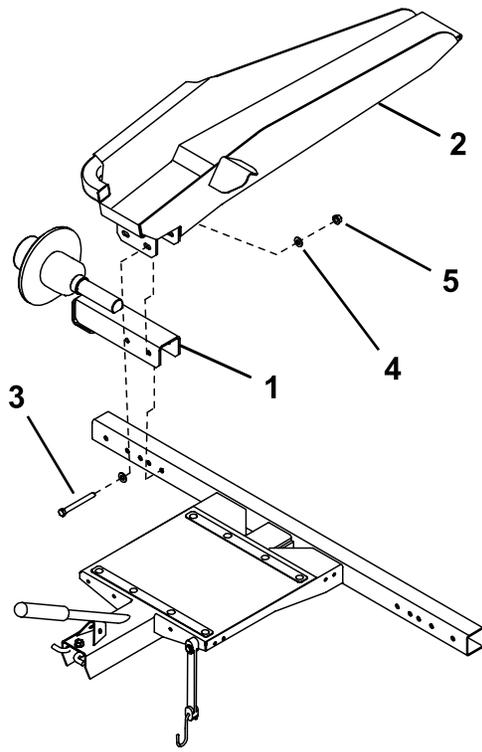
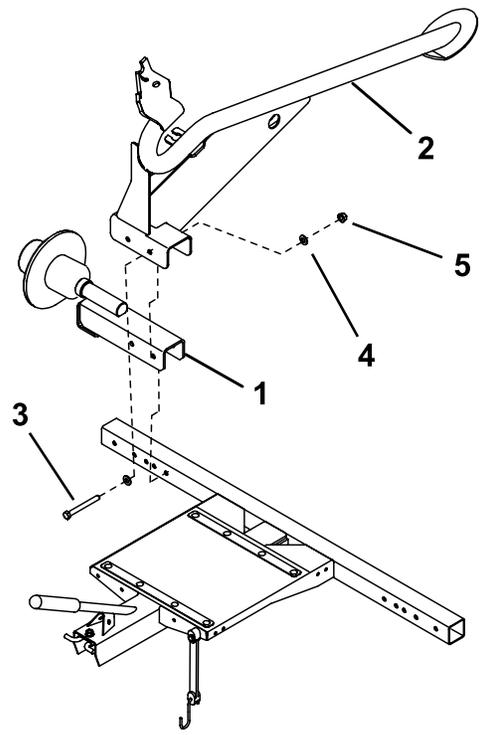

Figura 3
Figura 4
2. Monte el conjunto de eje y un conjunto de rampa (Figura 3) o de raíl (Figura 4) en cada extremo del bastidor con 2 pernos ($\frac{3}{8}$ " x 3") 4 arandelas y 2 tuercas.